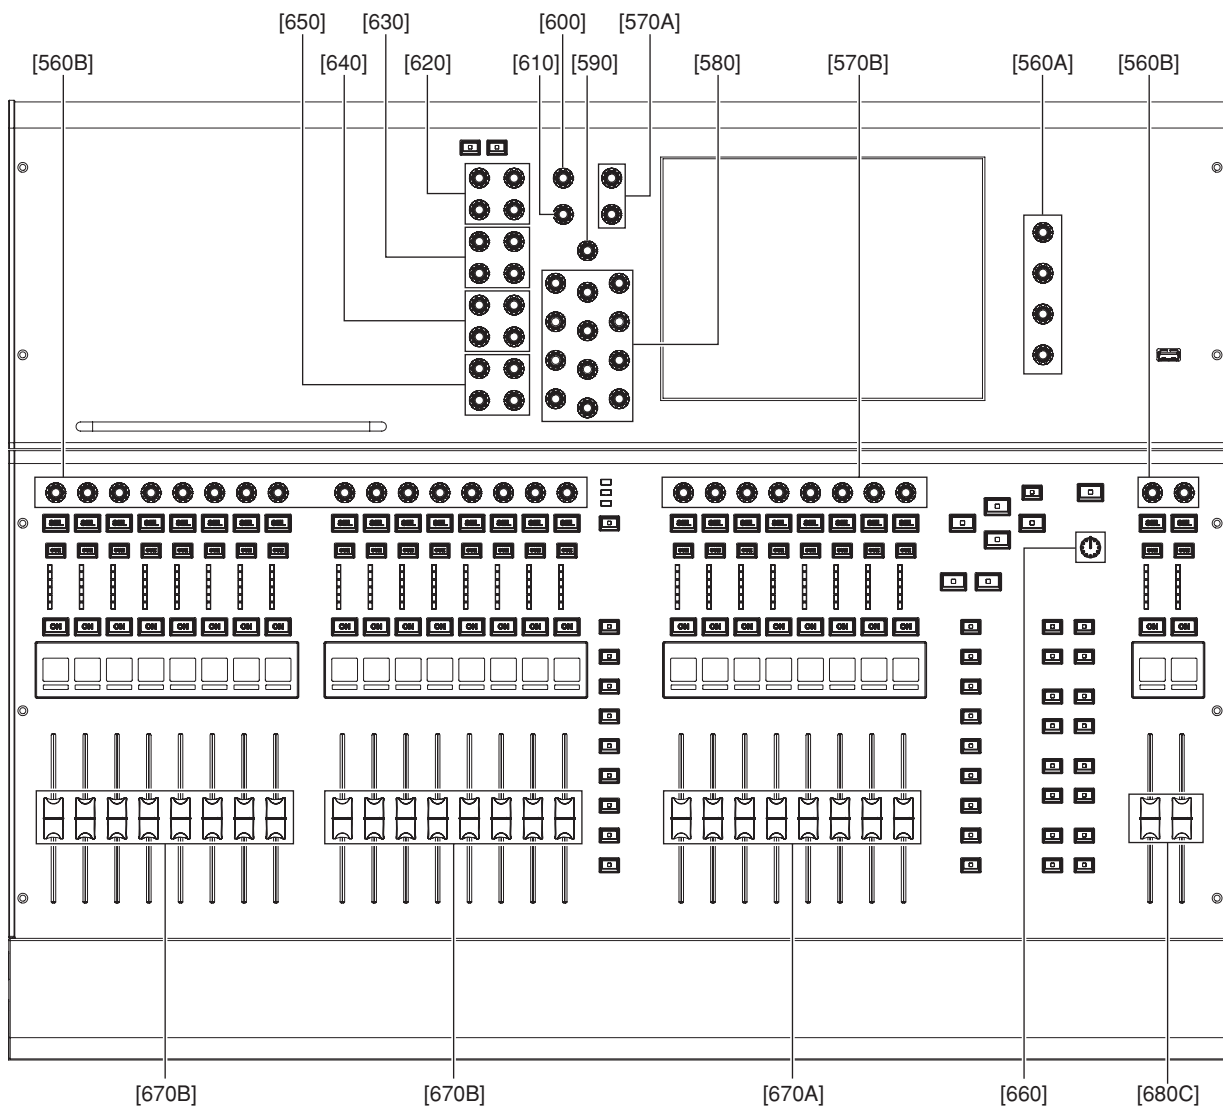

Fig. 7 (図7)
(Fig. 7)
B-3-2. [560A] のエンコーダーノブ 4個を外します。(図7)
- B-4-2. Remove the two (2) encorder knobs marked [570A], the twelve (12) encorder knobs marked [580], the encorder knob marked [590], the encorder knob marked [600], the encorder knob marked [610], the four (4) encorder knobs marked [620], the four (4) encorder knobs marked [630], the four (4) encorder knobs marked [640] and the four (4) encorder knobs marked [650]. (Fig. 7)
- B-4-2. [570A] のエンコーダーノブ 2 個、[580] のエンコーダーノブ 12 個、[590] のエンコーダーノブ 1 個、[600] のエンコーダーノブ 1 個、[610] のエンコーダーノブ 1 個、[620] のエンコーダーノブ 4 個、[630] のエンコーダーノブ 4 個、[640] のエンコーダーノブ 4 個、[650] のエンコーダーノブ 4 個を外します。(図 7)
- B-6-2. [680C] のフェーダーノブ NR 2 個を外します。(図 7)
- B-7-2. [670A] のフェーダーノブ N 8 個を外します。(図 7)
- B-8-2. [670B] のフェーダーノブ N 8 個を外します。(図 7)
- B-9-2. Remove the knob marked [660]. (Fig. 7)
- B-9-2. [660] のノブ 1 個を外します。(図 7)
- B-11-3. [560B] のエンコーダーノブ 2 個を外します。(図 7)